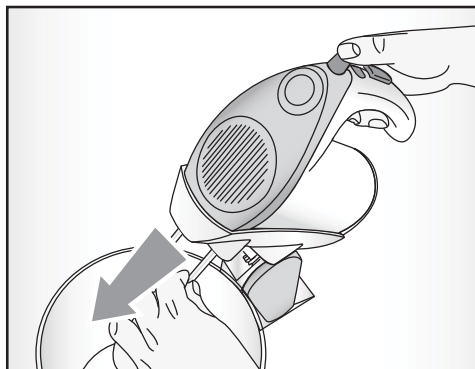
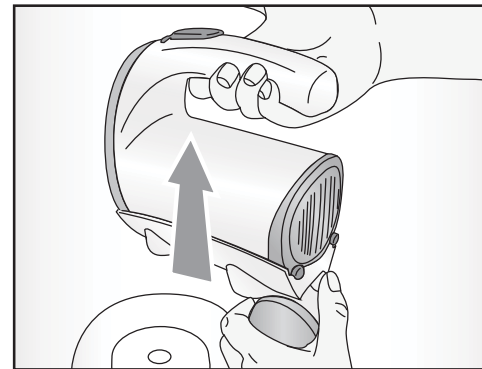

Fig. 6
Fig. 7
- Если вы хотите добавить в смесь другие ингредиенты или заменить венчики, необходимо отключить прибор, установив регулятор скорости (Е) на «0» и снять корпус двигателя (F), как описано выше.
- После использования поднять корпус двигателя, нажав кнопку наклона ручки (Н). Вынуть венчики, нажав кнопку отцепки венчиков (С) (Рис. 6), и снять корпус двигателя, нажав на кнопку (G) (Рис. 7). Снять чашу (А).